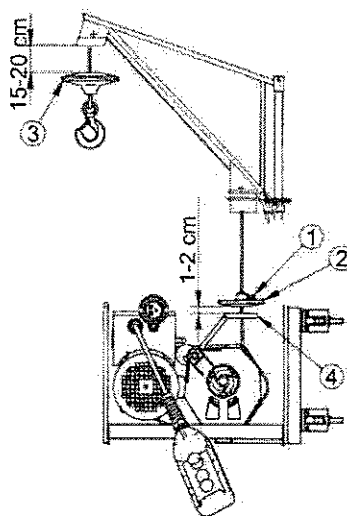

FIG.5.1
5.1 REGOLAZIONE BATTUTA FINECORSO FIG. 5.1